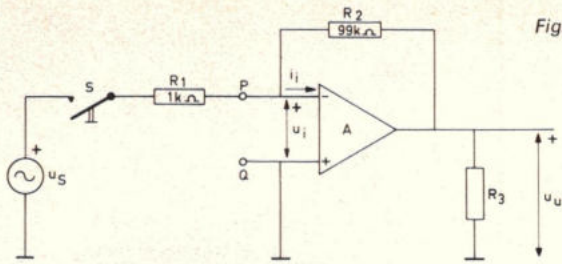

Fig. 18.
2. De spanningversterking van de operationele versterker A in fig. 18 is $U_o/U_i = 1000$, onafhankelijk van de belasting. De uitgangsspanning u_o is in tegenfase met de ingangsspanning u_i . De ingangsimpedantie van de versterker is zo groot dat de ingangsstroom i_i mag worden verwaarloosd.